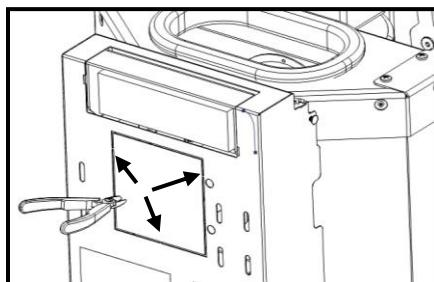

Figure 53 - Retrait de la plaque arrière du poêle
f) N l'arrière de la machine, retirez la plaque illustrée à la Figure 53 en découplant les zones.